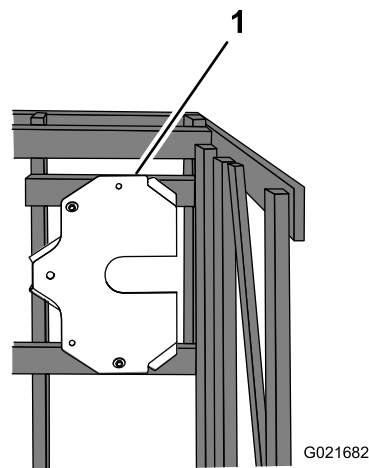

図 5
1. 取り付けプレートを出荷クレートに固定しているボルトを外す 図 5。